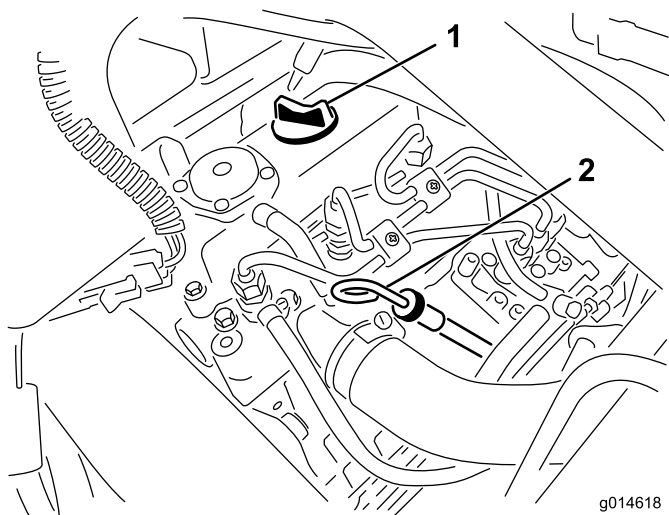

Figura 25
2. Retire a vareta e limpe-a com um pano limpo (Figura 25). Volte a colocar a vareta no tubo e verifique se está completamente introduzida. Retire a vareta do tubo e verifique o nível de óleo. Se o nível de óleo estiver baixo, retire o tampão de enchimento da cobertura da válvula e **lentamente** adicione óleo suficiente para elevar o nível de óleo até à marca Full, existente na vareta. Adicione o óleo lentamente e verifique o nível